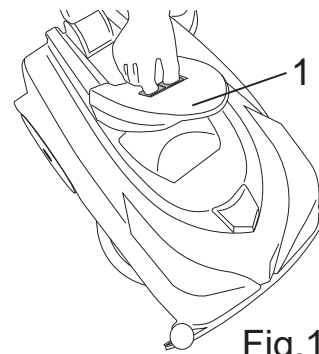

Fig.19
- Maak het deksel van de vuilwatertank los door de twee schuifsluitingen naar binnen te drukken (Fig.19-Ref.1).